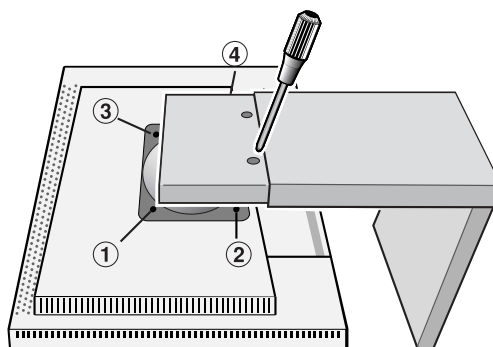

Figura S.2
4. Retire los 4 tornillos que unen el monitor al soporte y levante el equipo del soporte (Figura S.2) ; el monitor ya se puede montar de otra forma.